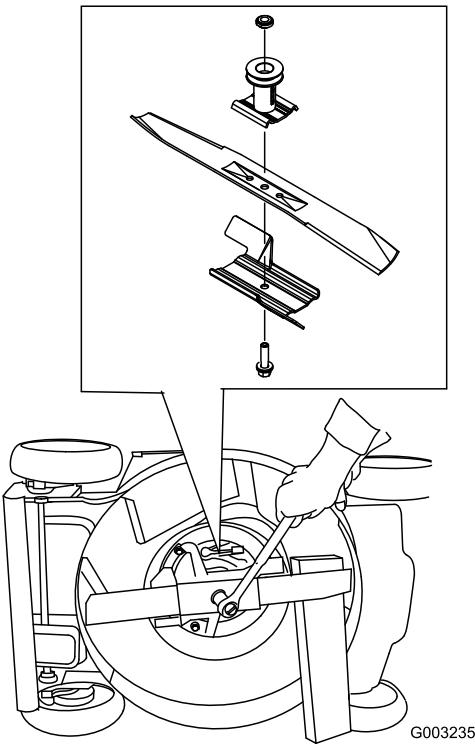

Figura 41
- Usate un blocco di legno per tenere ferma la lama (Figura 41).